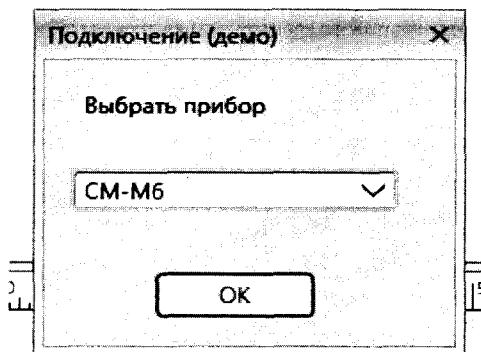

Рисунок 28
8.2.5.2 В открывшемся главном окне программы во вкладке «Панель данных» щелкните кнопку «Подключить▼» для установления связи со спектрофотометром. В появившемся окне «Подключение» щелкните стрелку вниз и выберете модель спектрофотометра «СМ-М6» и нажмите кнопку «OK» (рисунок 28). После успешного подключения появится окно спектрофотометра, в котором отобразится его состояние, а кнопка панели инструментов меню изменится на «Отключить▼».